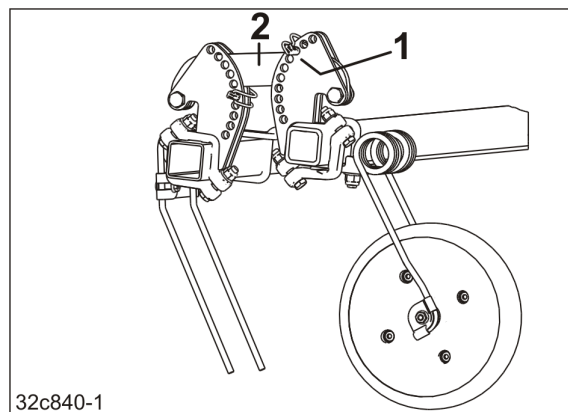

Рис. 188
3. Для настройки рабочей глубины зубьев-загортачей необходимо вставить шплинт с круглой пружинной защелкой (Рис. 188/1)
- о над тягой (Рис. 188/2);
Чем глубже вставлен шплинт с круглой пружинной защелкой в регулировочный сегмент (Рис. 188/1), тем больше рабочая глубина.